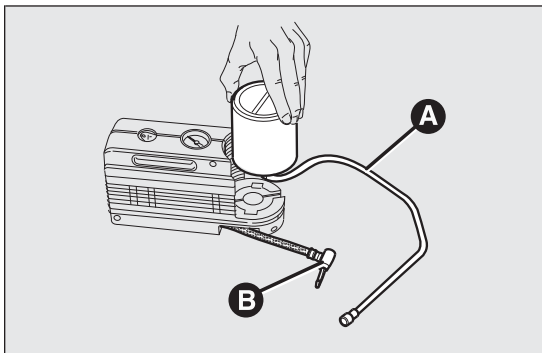

fig. 133
- ☐ disengage coupling B fig. 133;